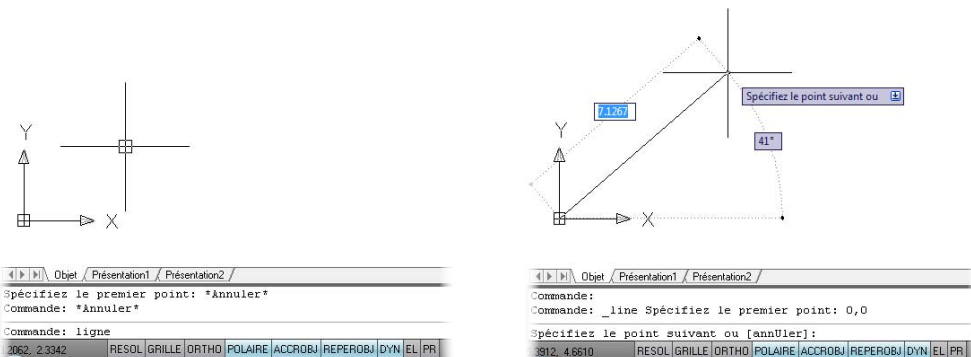

Figure 2.52
1. Commande : **Ligne** (voir Figure 2.52, à gauche).
2. Du point : **0,0** (voir Figure 2.52, à droite).